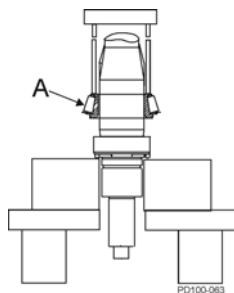

Abbildung 23 - Drücken des unteren Konus auf die Welle
3. Heben Sie den unteren Konus und die Rollenbaugruppe (Abbildung 23, Pos. A) aus dem Lagerstapel und setzen Sie ihn mit dem Radius nach unten auf die Welle. Drücken Sie ihn auf die Welle, bis er an der Wellenschulter anliegt. Drücken Sie nur am inneren Konus.